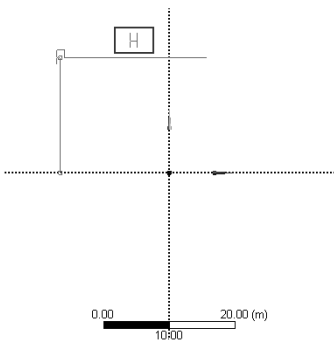

图 5-42 水平提示符
Step7：向右移动鼠标，此时会出现如图 5-42 所示的 H 提示符，说明要绘制的线段是水平方向的。